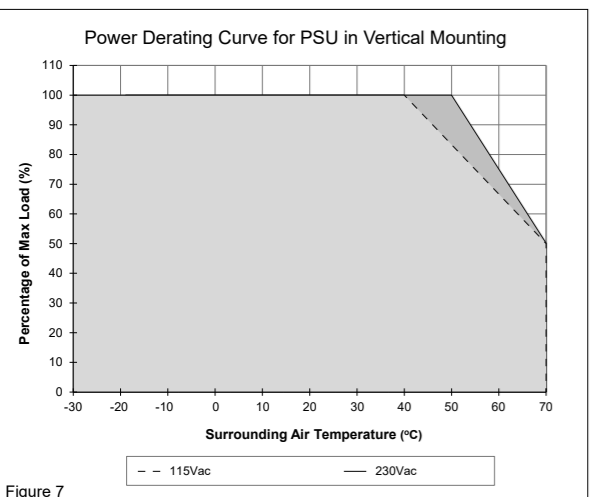

Figure 7
5.4. Thermal behavior (Fig. 7)
If the output capacity is beyond what is recommended in Fig. 7, the device will run into thermal protection by switching off i.e. the output voltage will go into latch-off mode until the component temperature cools down and the AC power is recycled.
Derating	Refer to Fig. 7 > 40°C (1,67% / °C) @ 115Vac > 50°C (2,5% / °C) @ 230Vac
Operating temperature (Surrounding air temperature)	-30°C to +70°C (Refer to Fig. 7)
5.4. Comportement thermique (Fig. 7)
Si la capacité de sortie est supérieure aux recommandations de la Fig. 7, l'appareil se mettra en protection thermique en coupant par exemple la tension de sortie et ira en mode verrouillage Off jusqu'à ce que la température de l'appareil diminue et l'alimentation AC soit recyclée.
Derating	Déclassement de puissance selon Fig. 7 > 40°C (1,67% / °C) @ 115Vca > 50°C (2,5% / °C) @ 230Vca
Température de travail (température d'environnement)	-30°C à +70°C (Déclassement de puissance selon Fig. 7)